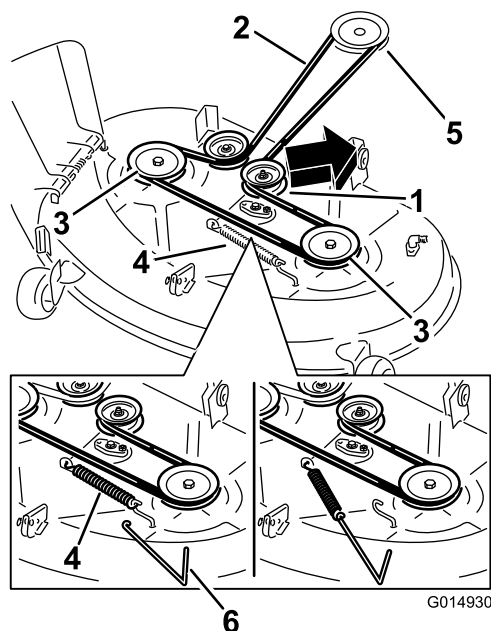
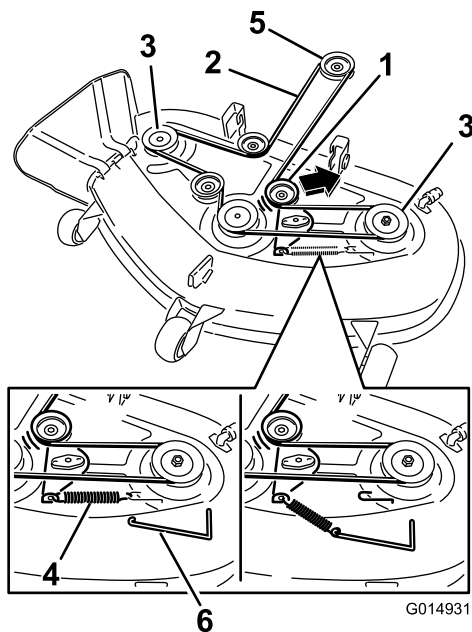

Bild 59
Bild 60
6. Entfernen Sie die Spannscheibenfeder mit einem Werkzeug zur Federentfernung (Toro-Bestellnummer 92-5771) vom Mähwerkhaken, um die Spannung von der Spannscheibe zu nehmen, und rollen Sie den Riemen von den Riemenscheiben (Bild 59 und Bild 60).
7. Verlegen Sie den neuen Riemen um die Motor- und Mähwerkriemenscheiben (Bild 60).
8. Setzen Sie die Spannscheibenfeder mit einem Werkzeug zur Federentfernung auf den Mähwerkhaken, um die Spannscheibe und den Mähwerkriemen zu spannen (Bild 59 und Bild 60).